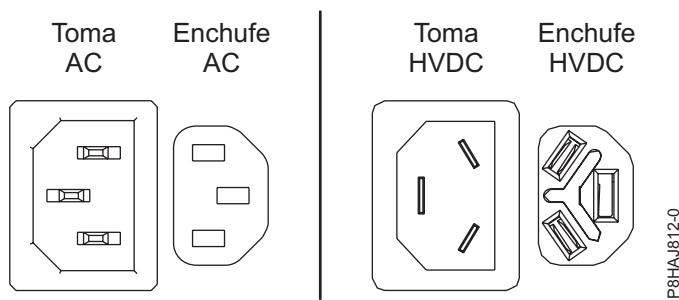
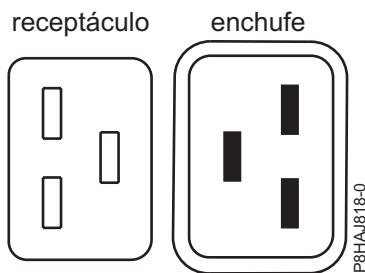
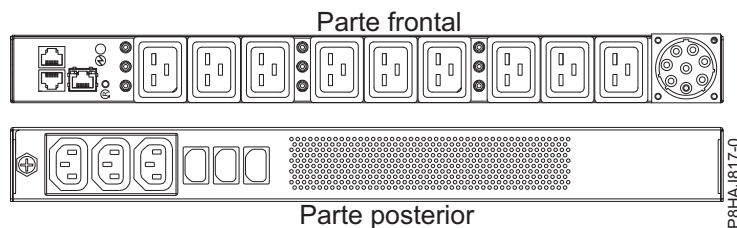

Figura 35. Conectores CA y HVDC
Figura 36. Conectores para el sistema 8408-44E
Figura 37. PDU para el sistema 8408-44E
En Figura 35 se muestran los conectores admitidos de corriente alterna (CA) y de corriente directa de alto voltaje (HVDC). En Figura 36 y en Figura 37 se muestran los conectores admitidos y la unidad de distribución de alimentación (PDU) para 8408-44E.